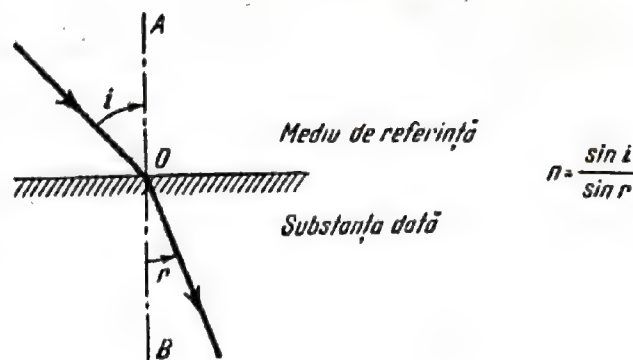

Fig. 68.
3. Un fascicul de lumină își schimbă direcția la trecerea dintr-un mediu în altul, schimbare care este cu atât mai accentuată cu cât diferența dintre sistemele chimice componente ale celor două medii străbătute este mai mare (fig. 68).